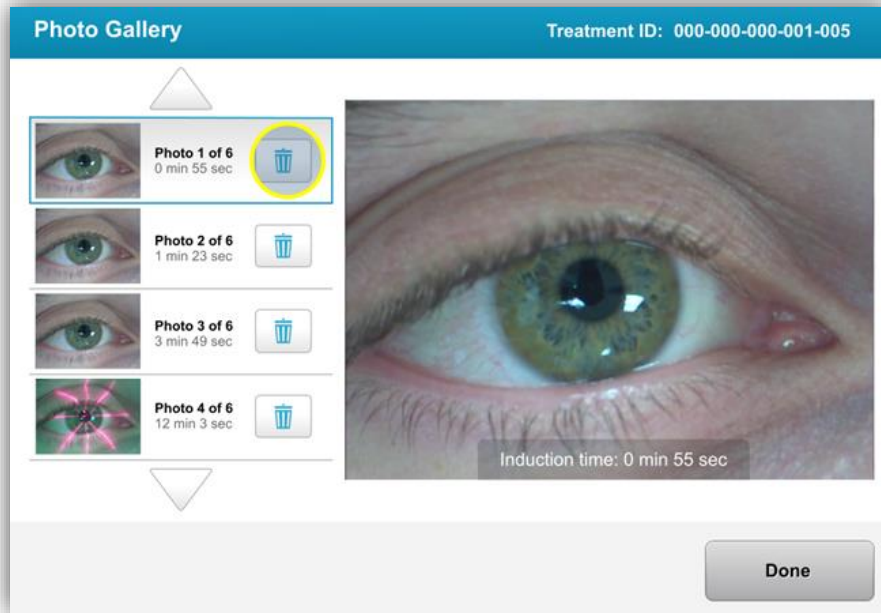

Figura 3-34. Selezione del cestino per l'eliminazione
- Nella galleria fotografica, per eliminare una foto, selezionare l’icona del cestino accanto all’immagine desiderata, come mostrato nella Figura 3-34.